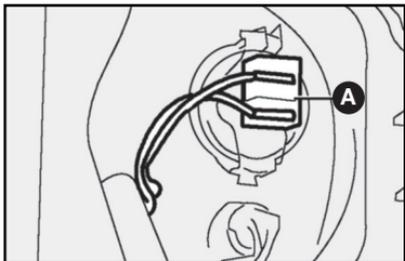

fig. 26
2) soltar el conector **A-fig. 26** de alimentación de la lámpara;